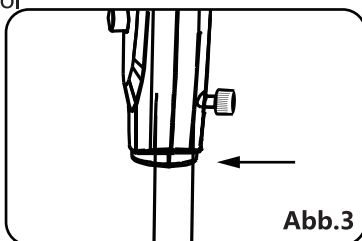

Abb.3
4. Um das Kopfelement an der Innenstange zu befestigen, lösen Sie die Rändelschraube an der Unterseite des Kopfelements. Setzen Sie das Kopfgerät auf den inneren Pol und ziehen Sie die Flügelschraube an.(Abb. 3)